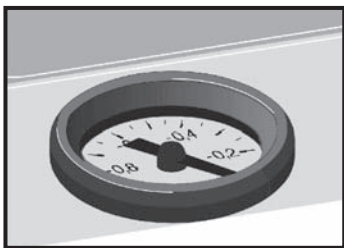
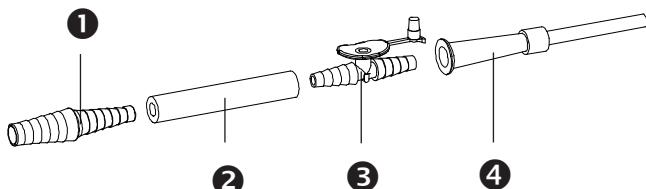

Bild 4. Vakuummeter
Bild 5.
- Stellen Sie Ihr gewünschtes maximales Vakuum ein, indem Sie die Saugschlauchöffnung (②, Bild 5) zuhalten und das Vakuum aufbauen lassen. Dann öffnen Sie das Regulierventil (⑥, Bild 1, S. 4) soweit, bis das Vakuummeter das gewünschte Vakuum anzeigt (Bild 4)
- Wählen Sie einen Absaugkatheter (z.B. von Unoplast, ④, Bild 5, diese sind bei ATMOS in 3 Größen erhältlich) in der richtigen Größe oder ein Absaugbesteck, das Ihnen der Fachhandel bereitstellen kann.
- Verbinden Sie den Saugschlauch (②, Bild 5) und den Absaugkatheter (④, Bild 5) mit Hilfe des Fingertip (③, Bild 5).